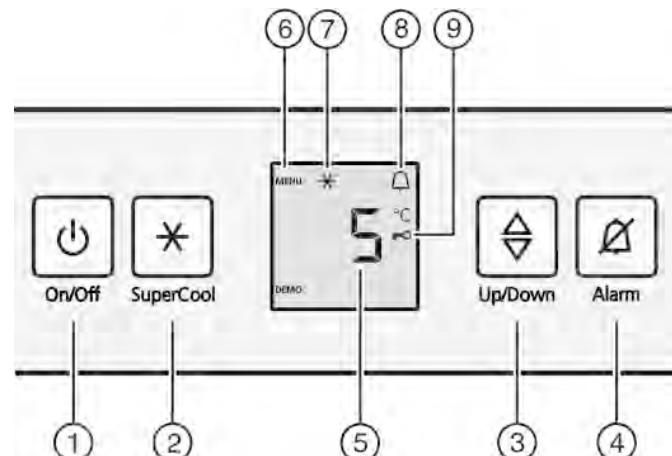

Fig. 2
- Нажать кнопку On/Off Fig. 2 (1).
- Нажмите кнопку «SuperCool» Fig. 2 (2) и удерживайте ее мин. 5 секунд.
- На индикаторе будет отображаться символ «Меню» Fig. 2 (6).
- Для подтверждения нажать и отпустить кнопку «SuperCool» Fig. 2 (2).
- На индикаторе горит символ «Защита от детей» Fig. 2 (9).
- Нажать и отпустить кнопку «On/Off» Fig. 2 (1).
- Нажмите кнопку Alarm Fig. 2 (4).
- Активация модуля регулировки температуры: нажмите кнопку настройки Fig. 2 (3).
- Температуру меняйте ступенями по 1 °C: нажимайте кнопку настройки Fig. 2 (3) до тех пор, пока на индикаторе температуры не будет высвеченa требуемая температура.
- Коротко нажмите кнопку SuperCool Fig. 2 (2).
- ▷ На индикации горит символ SuperCool Fig. 2 (7).
- ▷ Символ SuperCool Fig. 2 (7) на индикации гаснет.